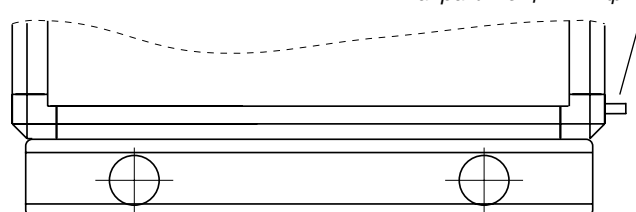

Fig. 3
2. Вставь направляющий штифт в имеющееся отверстие в углу рамы блока. См. рис. 3.